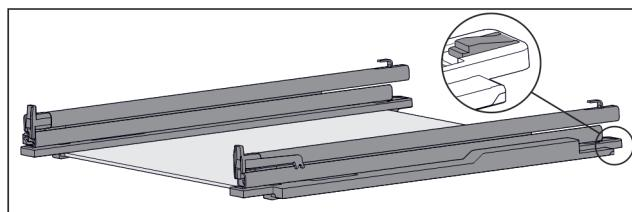

Fig. 115 带轨道和固定件的玻璃隔板
- ▶ 将固定件后部向下压(参见 Fig. 115)，同时向后推轨道。